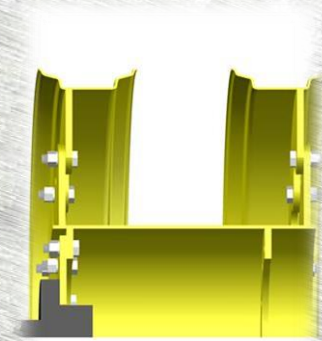

Рис.3
В комплект сборочных единиц задних сдвоенных колес (см. рис.3) входят:
- Для работы в междурядье 450 мм собираем сдвоенное колесо согласно схеме см. рис.3.